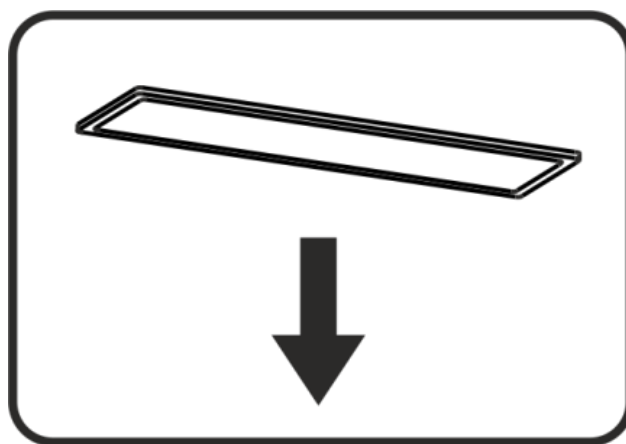

Рис. 8
8.8 На витяжці встановлено **LED** лампу підсвітки робочої зони плити. Перед початком заміни ламп освітлення необхідно відключити витяжку від електромережі, дати можливість охолонути лампі. Для заміни лампи необхідно зняти алюмінієві фільтри, відтиснути тримач патрона так, щоб лампа вийшла з корпусу витяжки. Замість неї необхідно встановити нову з тими ж характеристиками і встановити фільтри (**рис.8**).